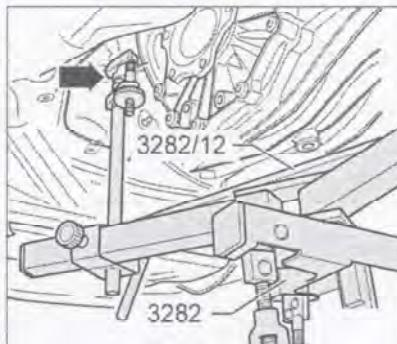

Рис. 7.182. Выровняйте выверочную доску параллельно коробке передач и закрепите крепежный зажим (стрелка) на ней.
15. Выровняйте выверочную доску параллельно коробке передач и закрепите крепежный зажим (стрелка) на ней (рис. 7.182).